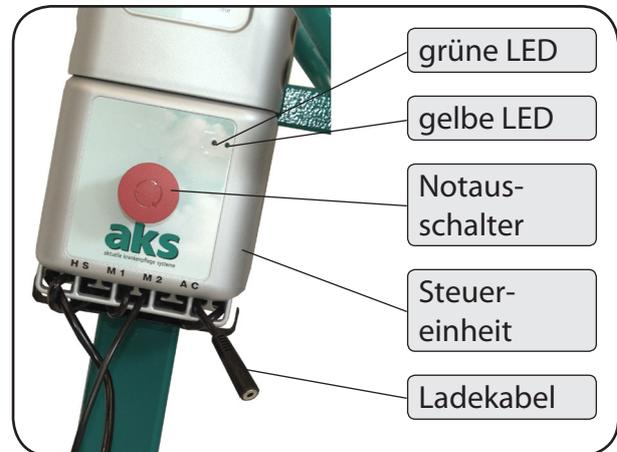

Abbildung 12
1. Überprüfen Sie die Steckverbindungen an der Steuereinheit (Abbildung 12):